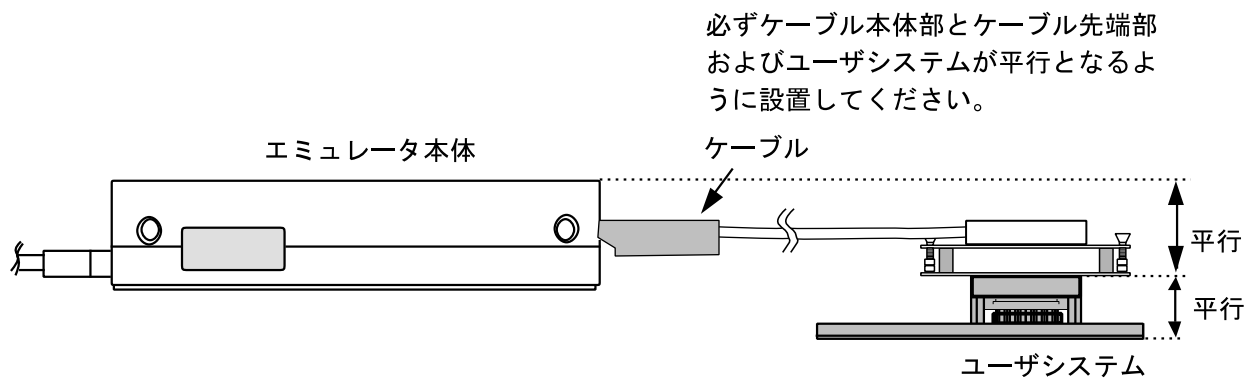

図11 設置例
- (1) ユーザシステムへの接続時には1ピン位置に十分注意して、誤接続は絶対にしないでください。
- (2) 本ユーザシステムインタフェースケーブルを使用する場合の推奨マウントパッド寸法は、MCU実装用マウントパッド寸法とは異なりますので注意してください。
- (3) 本ユーザシステムインタフェースケーブルは、HS2678REPI61Hエミュレータ専用ですので、他のエミュレータ本体には使用しないでください。
- (4) ケーブル本体部が断線する可能性がありますので、本ユーザシステムインタフェースケーブルの上に重いものや金属等の角の尖ったものを置かないでください。
- (5) ユーザシステムに接続した状態では、ユーザシステムインタフェースケーブル、特にケーブル先端部に無理な力が加わらないように注意する必要があります。図11の設置例を参照してご使用ください。